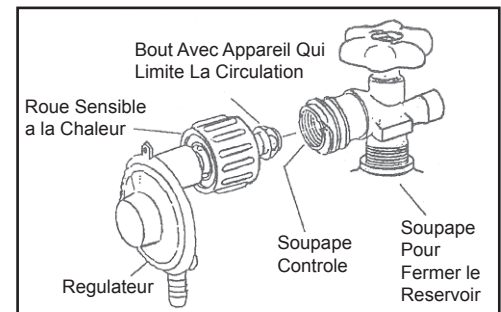

Fig. 3
3. Centrez le bout sur la soupape du réservoir et tenir en place. En utilisant votre autre main, tournez la roue du régulateur jusqu'au bout. N'utilisez aucun d'outils. Serrez à la main seulement. En faisant le raccord, placez le régulateur au même niveau que la soupape sur la bonbonne de propane, pour assurez un raccord parfait. (Fig. 3)